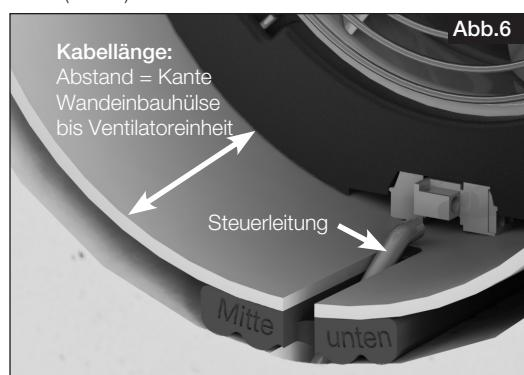
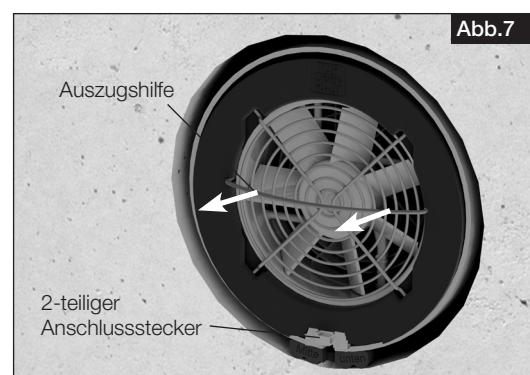

Abb.6
Abb.7
1. Kabellänge für Anschluss an der Ventilatoreinheit ausmessen und ablängen (Abb.6)
- ⑤ Abstand = Kante Wandteinbauhülse bis Ventilatoreinheit.
2. Zum elektr. Anschluss die Ventilatoreinheit an der Auszugshilfe bis zur Wandteinbauhülsenkante herausziehen (Abb.7).